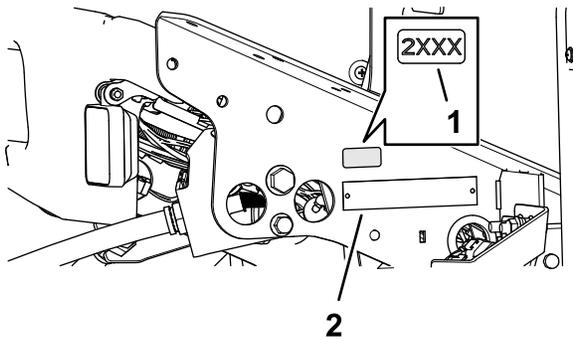

Figura 38
1. Utilizzate alcol etilico e un panno pulito per ripulire l'area della staffa a pavimento accanto alla targa del numero di serie e lasciate asciugare la staffa (Figura 38).